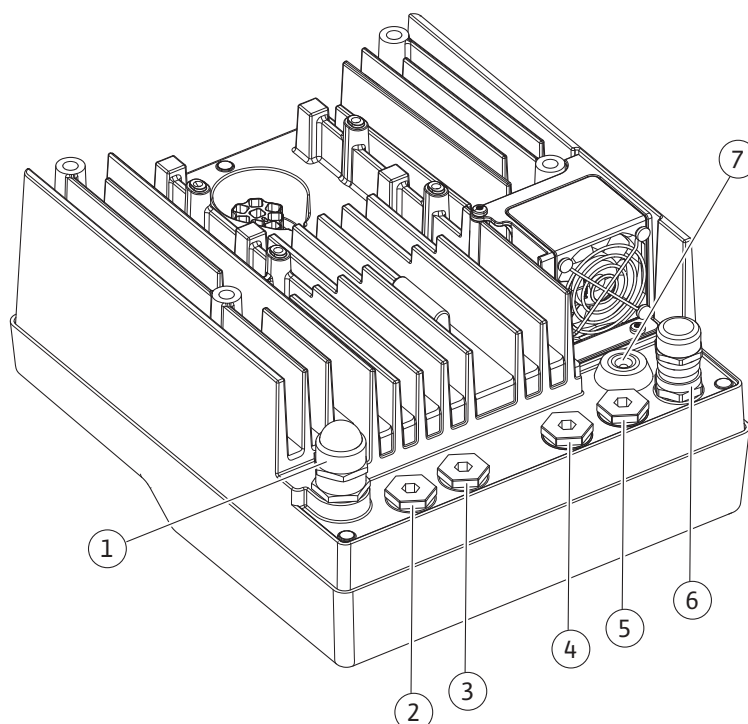

Fig. 10: Kabelforskrninger/kabelforslutninger
- CIF-modul til bygningsautomatisering (buskommunikation): Afskærmningen forbindes med kabelgennemføringen på elektronikmodulet (Fig. 10).
4. Træk tilslutningskablet gennem kabelforskrningen M25 (Fig. 10, pos. 1). Spænd kabelforskrningen med de foreskrevne drejningsmomenter.